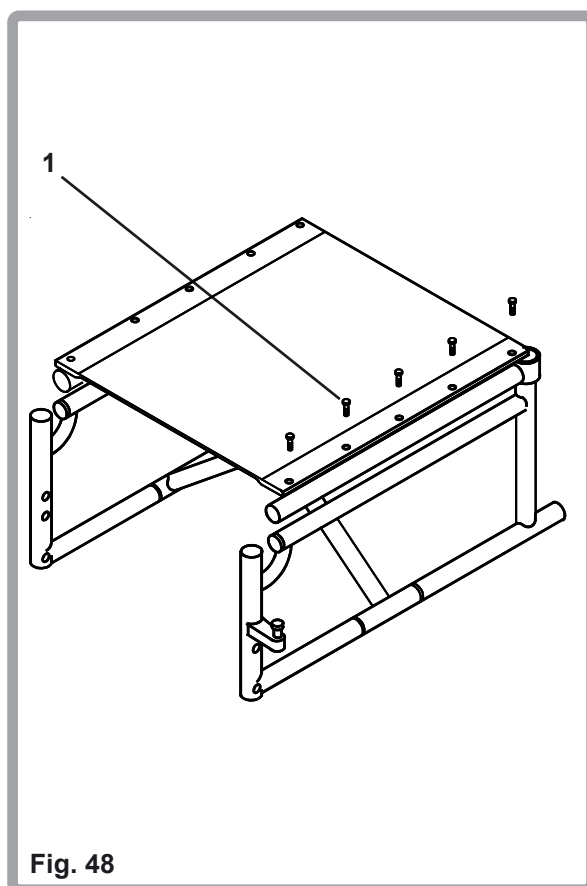

Fig. 48
L'assise (Fig. 48) peut être retendue en utilisant des panneaux Velcro® sous le siège. Retirer les vis cruciformes n° 2 (1) retenant le côté gauche de l'assise avec un tournevis approprié, réajuster le Velcro® pour tendre correctement l'assise. Remplacer les vis et Serrer jusqu'à 5-8Nm.